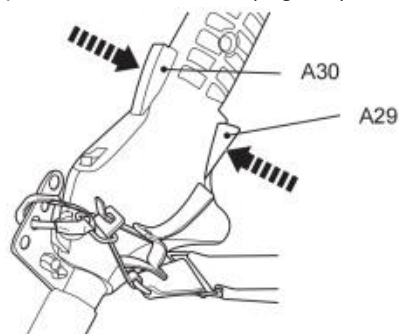

Fig. 41
8. Knijp de gashendelvergrendeling (A30) en gashendeltrekker (A29) in om het product te bedienen (Fig. 41).